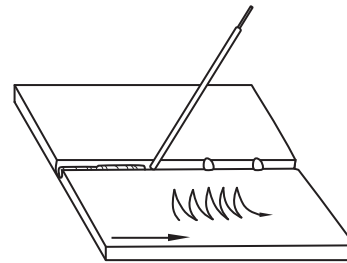

Figura 4
**b.** Oscile el electrodo cubriendo los dos bordes (figura 4).